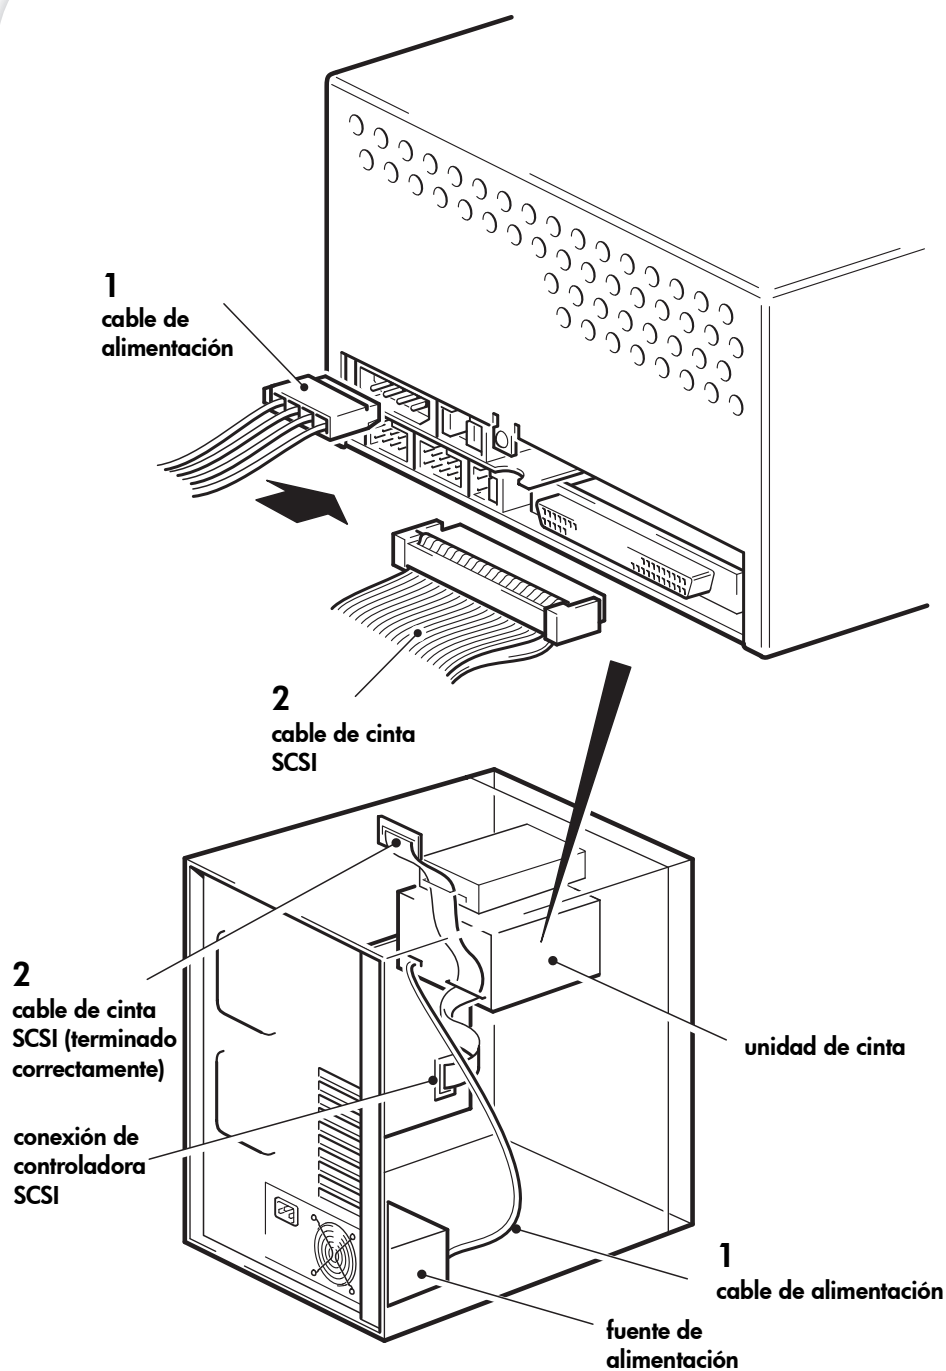

Figura 7: conexión de los cables de alimentación y SCSI
- 1 Conecte un cable de alimentación libre desde la fuente de alimentación interna del servidor al conector de alimentación según se muestra en la Figura 7, elemento 1.
- 2 Conecte un conector libre del cable de cinta SCSI del servidor o del HBA al conector SCSI de la unidad, según se muestra en la Figura 7, elemento 2.
Por tanto, suponiendo que el HBA es el primer dispositivo del bus, deberá verificar que el segundo terminador está colocado después del último dispositivo, según se muestra en la Figura 7, elemento 2.